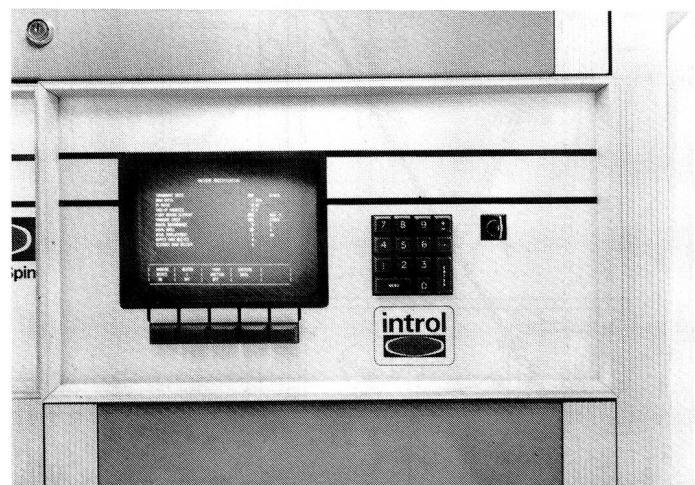

Abb. 6
- Möglichkeit zum Anschließen an Betriebs- oder Centralcomputer und Druckausgabe (Abb. 6).